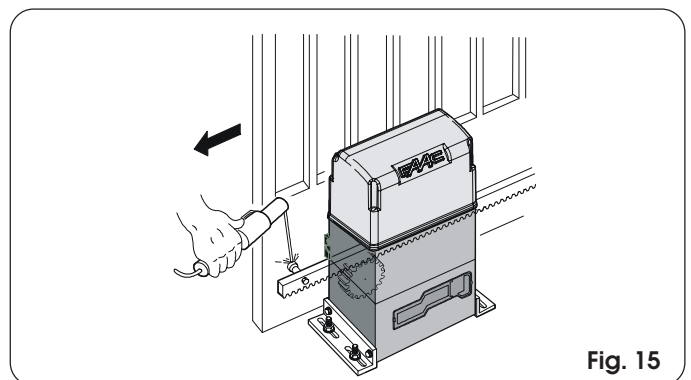

Fig. 15
- 3) Leg het eerste stuk van de tandheugel vlak op de pignon, en las de pal met schroefdraad op de poort zoals aangegeven op fig. 15.